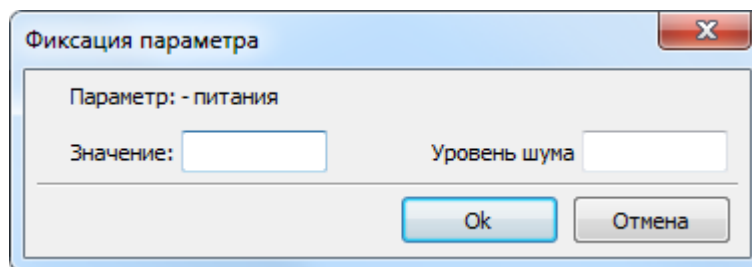

Рисунок 215. Фиксация параметров
- Выберите пункт меню **"Регистрация"** -> **"Фиксация параметров"** и в открывшемся диалоге **"Фиксация параметров"** (Рис. 215) выберите параметр, который необходимо зафиксировать. Подробнее см. Список зафиксированных параметров.
При нажатии на кнопку **Фиксировать** откроется диалоговое окно, позволяющее задать параметры фиксации выбранного параметра (Рис. 215). Также данный диалог вызывается двойным нажатием левой кнопкой мыши на нужном параметре.